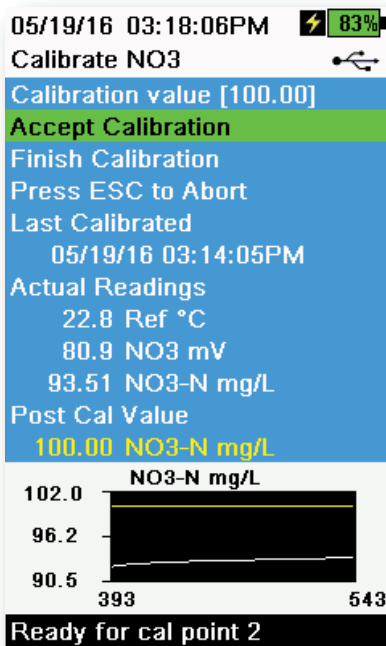

Abbildung 60 ISE kalibrieren
8. Überwachen Sie die tatsächlichen Messwerte auf Stabilität und dann bestätigen Sie mit **Kalibrierung akzeptieren** (Abbildung 60). Im Nachrichtenbereich wird „Bereit für Kal-Punkt 3“ angezeigt.